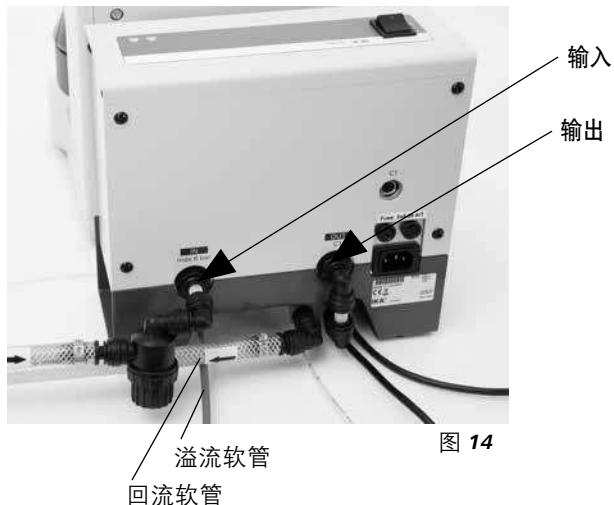

图 14
连接 C1 X/Y 部分至 C1.20 加热器 (见图 14)
- 如果连接了水龙头: 请确保 C1 回流和溢流管下面有下水道 (见图 14)。